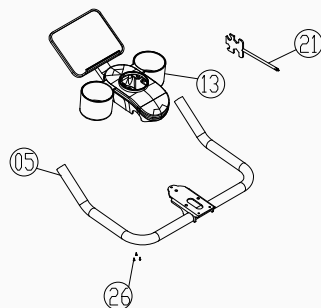

Abbildung 4
4. Bringen Sie die obere und untere Abdeckplatte (Teil 13) an der Display-Ständer-Baugruppe (Teil 05) an. Befestigen Sie die Abdeckplatten mit drei selbstschneidenden Kreuzschlitzschrauben M4×15 (Teil 26) von unten nach oben an der Display-Ständer-Baugruppe und ziehen Sie die Schrauben anschließend mit dem Kreuzschlitzschlüssel (Teil 23) gemäß Abbildung 4 fest.